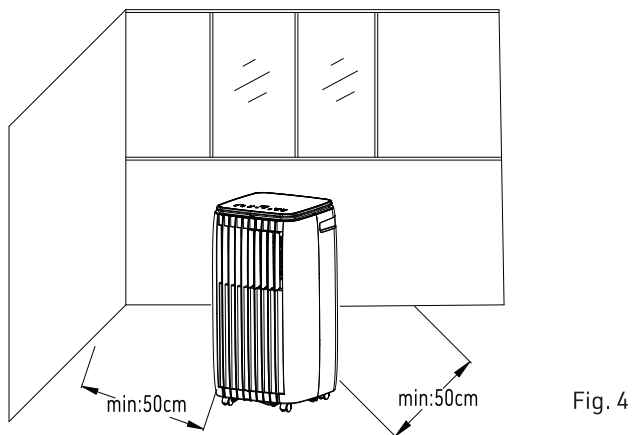

Fig. 4
- 1.) Placez l'appareil sur une surface plane, et à une distance minimale de 50 cm tout autre objet. (représenté Fig.4)